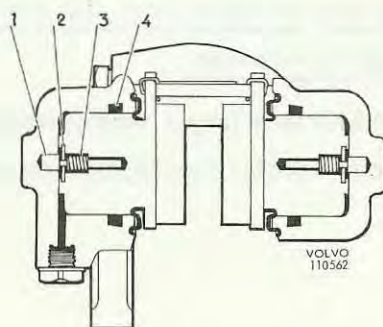

Bild 2. Bromsok
ASB-anordningens uppgift är att hålla kolvarna och därmed bromsklotsarna på rätt avstånd från bromsskivan. Man förhindrar därmed att pedalreserven minskar (avståndet från pedallens läge vid full bromsansättning till durken) eftersom kolvarnas retrorrörelse endast blir så stor som gummitätningens (4) återgång eller bromsskivans axiella rörelse. I ASB-anordningen ingår följande detaljer se bild 2, en fjäder (3) och en bricka (2) vilken håller fast fjädern (3) i kolven, samt en pinne (1) vilken är fastpressad i oket.